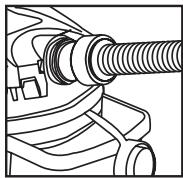

FIGURA 32
51. Esta aspiradora puede utilizarse como un soplador potente. Para usar la unidad como soplador, destornille la cubierta del puerto del soplador ubicada en el lado posterior del alojamiento del motor **FIGURA 32**.